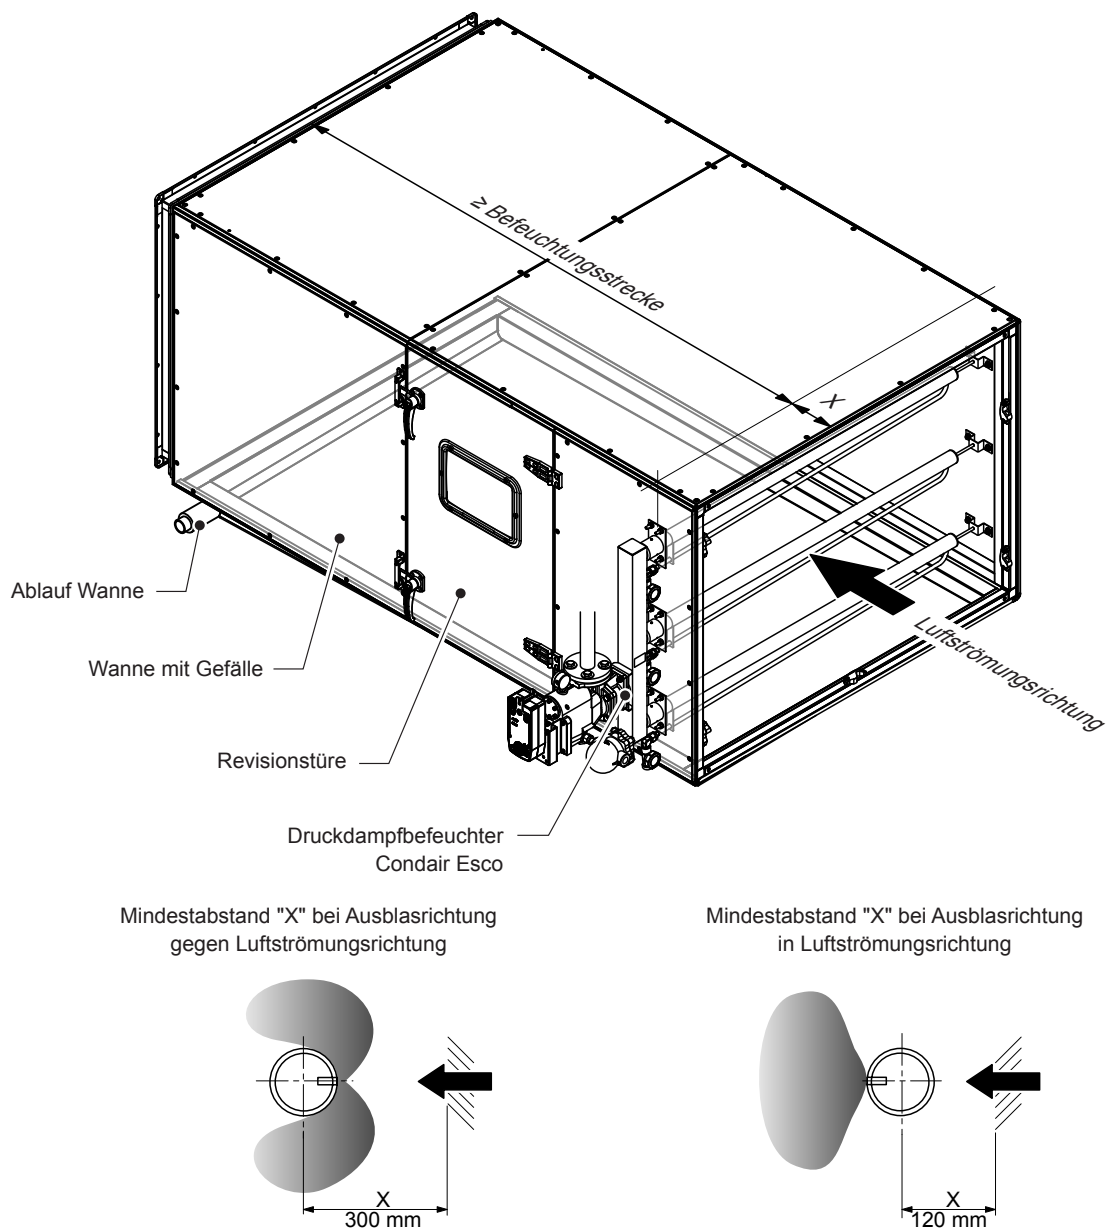

Abb. 27: Kanal/Lüftungsgerät DL40 / Abstand zu vor- und nachgeschalteten Hindernissen
- Abstand zu vorgeschalteten Hindernissen beim DL40 mindestens Mass "X" (siehe Abb. 27).